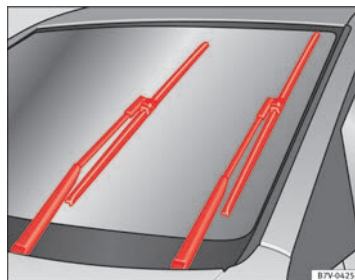

Fig. 137 Essuie-glace en position d'entretien
- Connectez puis coupez le contact d'allumage puis (après environ 9 secondes), déplacez le levier des essuie-glaces sur la position balayage bref. Les balais se déplacent à la position de maintenance ⇒ **fig. 137**.